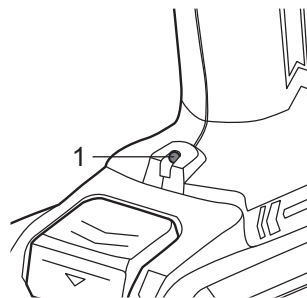

Fig. 12
**Voyant de fonctionnement automatique (fig. 12)**